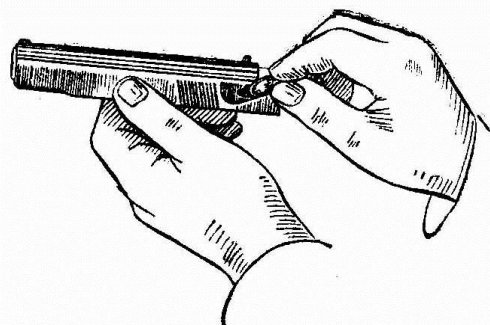

Рис. 15. Отделение предохранителя от затвора
7) **Отделить предохранитель и ударник от затвора.** Взяв затвор в левую руку, большим пальцем правой руки повернуть флажок предохранителя вверх; затем указательным и большим пальцами правой руки отвести флажок из гнезда несколько в сторону, повернуть дальше назад и вынуть из гнезда затвора (рис. 15).